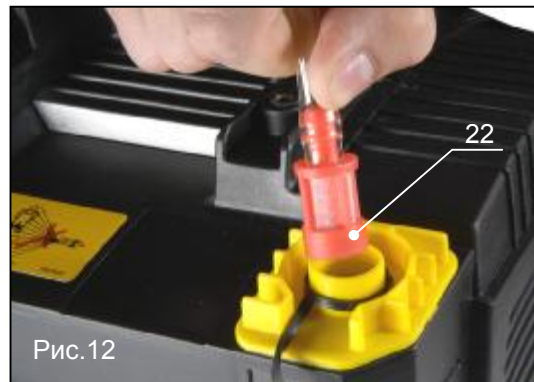

Рис.12
- Вставьте всасывающую трубку с фильтром (поз.22, рис.12) в бак с моющим средством.